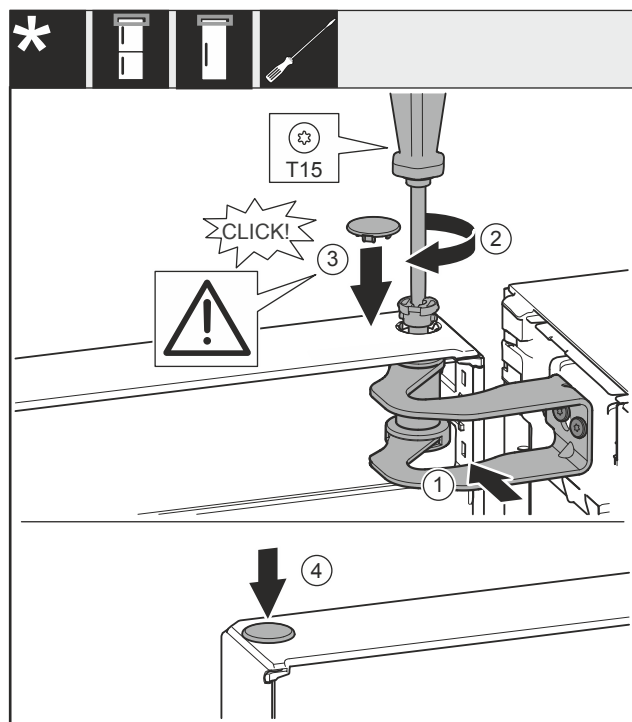

Fig. 22
- Dveře vyrovnejte s otvorem ve stojanu ložiska Fig. 22 (1).
- Vložte čep Fig. 22 (2) a pevně jej utáhněte šroubovákem.
- Nasadte kryt Fig. 22 (3).
- Zkontrolujte, zda kryt Fig. 22 (3) doléhá na dveře.
- Nasadte kryt Fig. 22 (4).